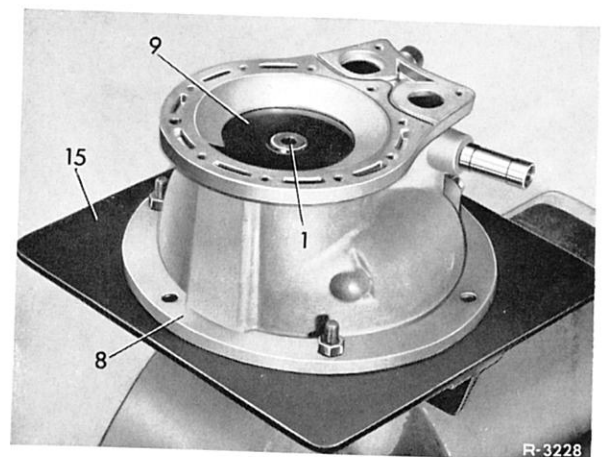

Bild 42-10/9
8 Membranteller, danach Membrane (4) mit dem beschrifteten Teil nach oben und zweiten Membranteller (10) auf die Membranstange auflegen (Bild 42-10/8).